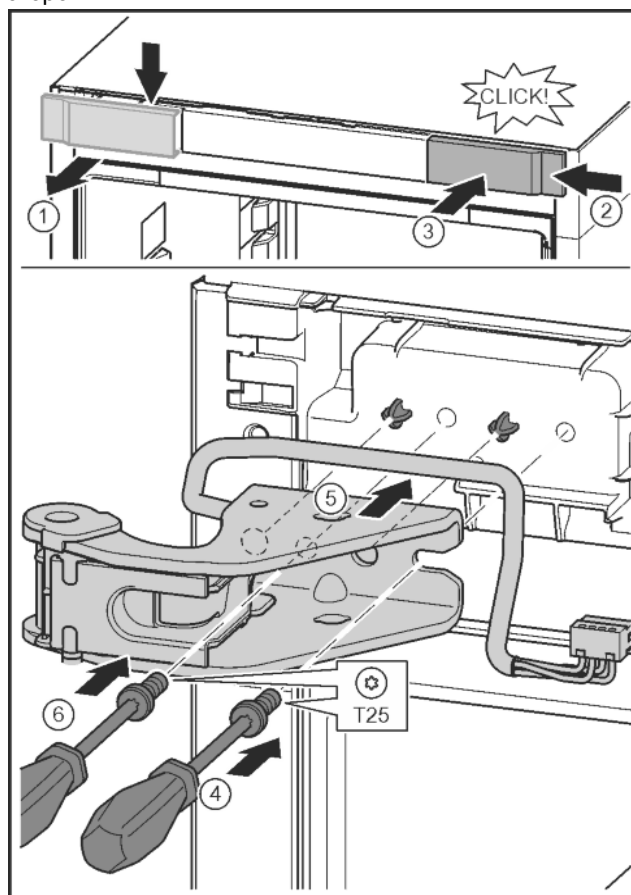

Fig. 33
- ▶ Отпустить крышку и снять сбюку. Fig. 33 (1)
- ▶ Навесить крышку, повернув ее на 180°, справа с другой стороны. Fig. 33 (2)
- ▶ Крышку зафиксировать. Fig. 33 (3)
- ▶ Установить винт отверткой T25. Fig. 33 (4)
- ▶ Установить верхний опорный кронштейн. Fig. 33 (5)
- ▶ Затянуть винт. Fig. 33 (4)
- ▶ Вставить и затянуть винт отверткой T25. Fig. 33 (6)